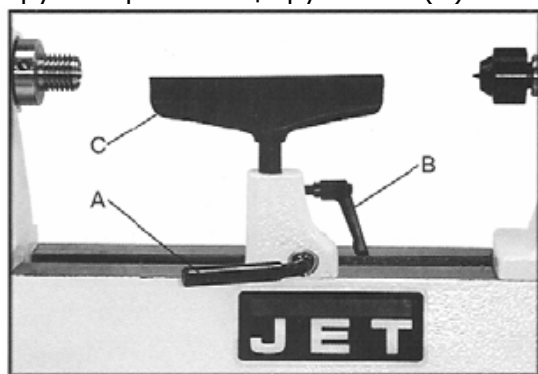

Рис. 7
Установите опору для ручного инструмента (C, Рис. 7) как можно ближе к заготовке и зафиксируйте при помощи рукоятки (A).
Установите высоту примерно на 3 мм выше от высоты центров и зажмите фиксирующую рукоятку (B, Рис. 7).